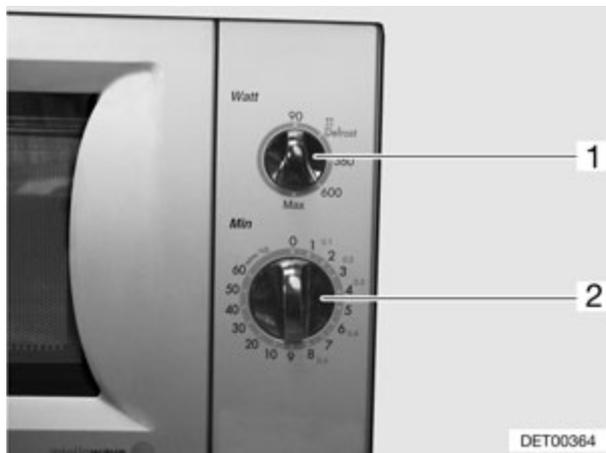

Fig. 144 Boutons de commande du four à micro-ondes
- Sélectionner la puissance sur le bouton tournant (Fig. 144,1).
- Sélectionner la durée de cuisson sur le bouton tournant (Fig. 144,2). La cuisson commence.